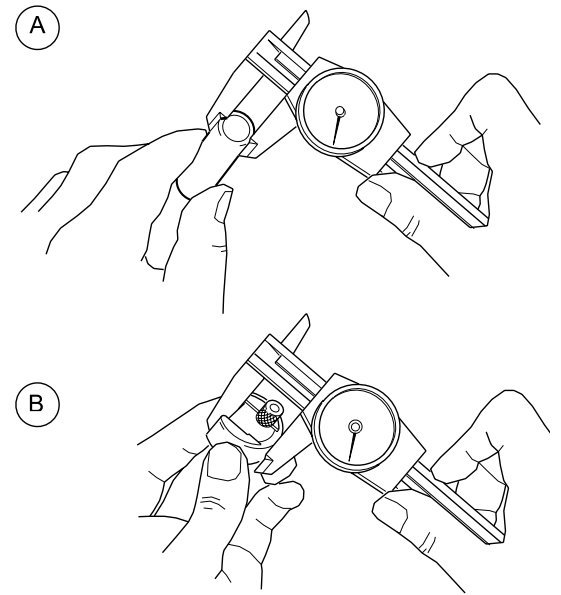

图8 设定弧隙测规
1. 使用卡尺或千分尺测量待焊接工件的外径。参考图 8(A)。使用了自动生成功能时，M200 将计算弧隙测规设置值。
3. 把弧隙测规调整为第 180 页的表格所列的设置值。参考图 8(B)。